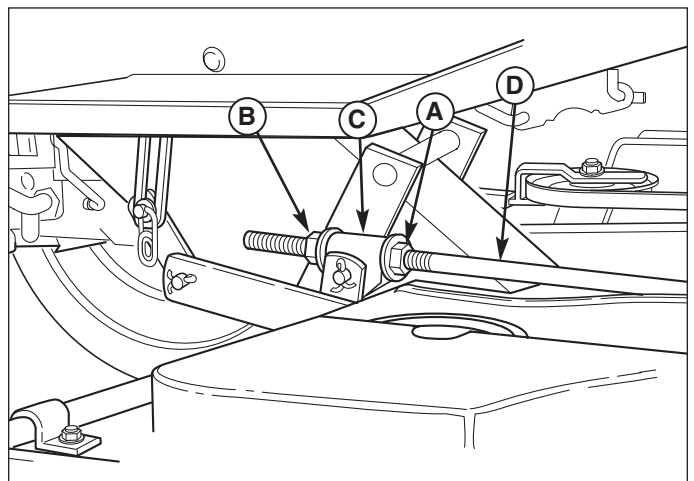

Figure 37. Mise à niveau avant-arrière de la tondeuse
8. Voir la Figure 37. Pour lever l'avant de la plate-forme de tondeuse, desserrer l'écrou avant (A) et tourner l'écrou arrière (B) contre le support (C).
9. Pour abaisser l'avant de la plate-forme de tondeuse, desserrer l'écrou arrière (B) et le support (C) se déplacera vers l'arrière pour allonger la tringle.
10. Revérifier la distance avant de serrer l'écrou avant (A) contre le support.